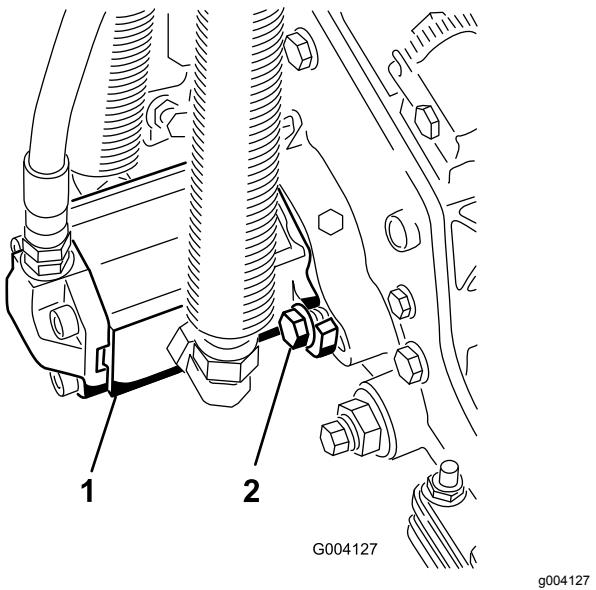

Рисунок 13
- Установите двигатель, повернув его по часовой стрелке, чтобы фланцы двигателя не закрывали болты (Рисунок 13).